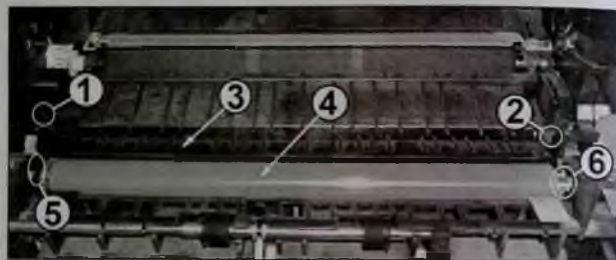

Рис. 9
1. Запоминают местоположение направляющей бумаги (3 на рис. 9). Откручивают два самореза (1 и 2 на рис. 9) крепления, перемещают направляющую вверх и снимают ее с принтера.
3. Освобождают фиксатор (6 на рис. 6) шестерни (7) привода резинового вала (4 на рис. 9).
4. Запоминают местоположение резинового вала и его бушингов (4 и 6 на рис. 9) в корпусе. Перемещают правую сторону резинового вала вверх до выхода за пределы правого бушинга.